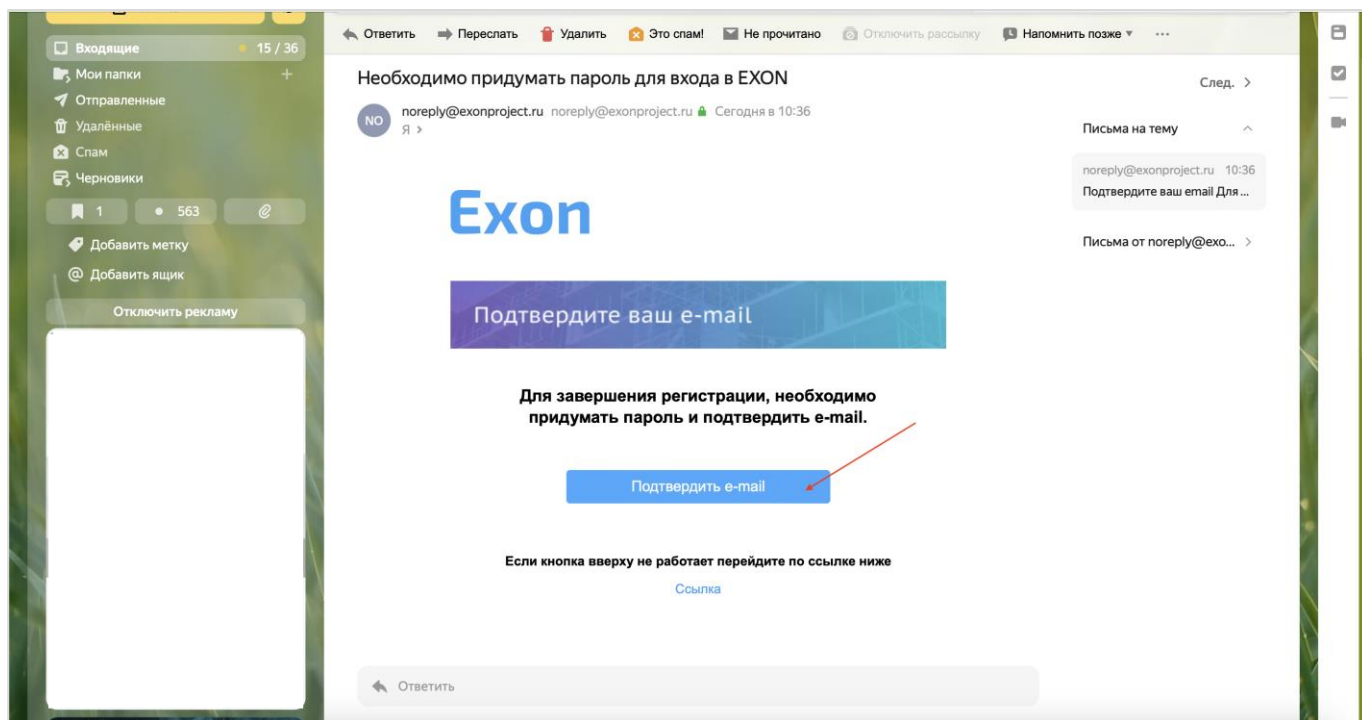

Рис. 3 – Подтверждение e-mail
4. Далее необходимо зайти на указанную в форме регистрации почту и подтвердить регистрацию, нажатием на кнопку «Подтвердить e-mail», после чего произойдет переадресация на сайт Exon (рис. 3);